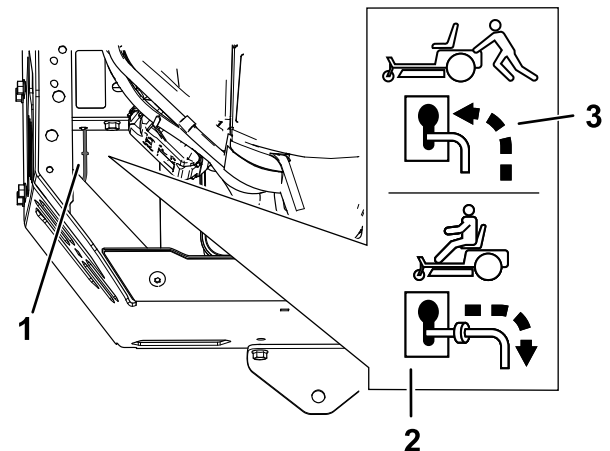

Figura 38
4. Spostate in avanti le leve di bypass attraverso il foro asolato, quindi verso il basso per bloccarle in posizione (Figura 38).